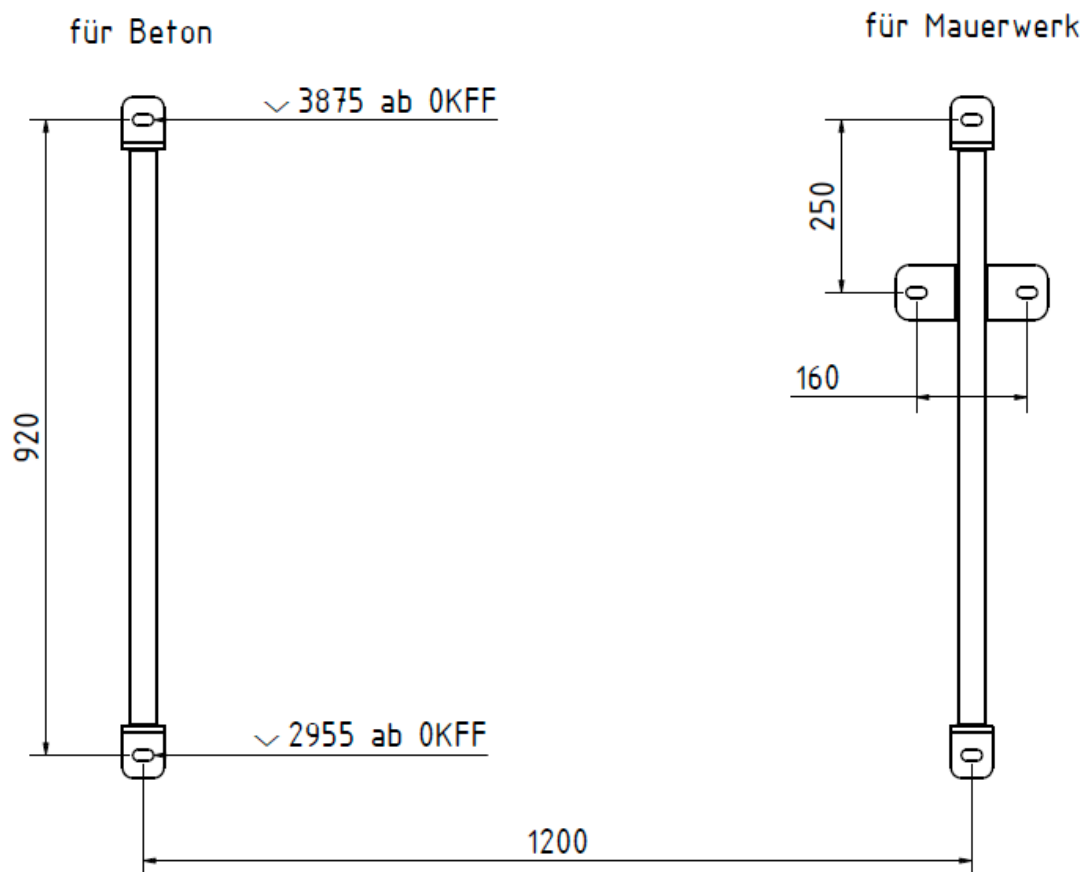

Abbildung 5
Montieren Sie zuerst die Wandriegel (15) an die Wand, gemäß Bohrplan (Abb. 5). Achten Sie darauf, dass der richtige Wandriegel für den richtigen Untergrund verwendet wird. Der Untergrund muss so gewählt werden, dass er Lasten nach DIN 180326 und DIN 7899 aufnehmen kann.